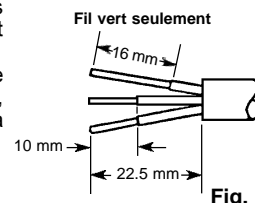

Fig. 1
- Dénuder le cordon de sa gaine et les conducteurs de leur isolant tel qu'illustré à la figure 1. **NE PAS ÉTAMER LES CONDUCTEURS.**